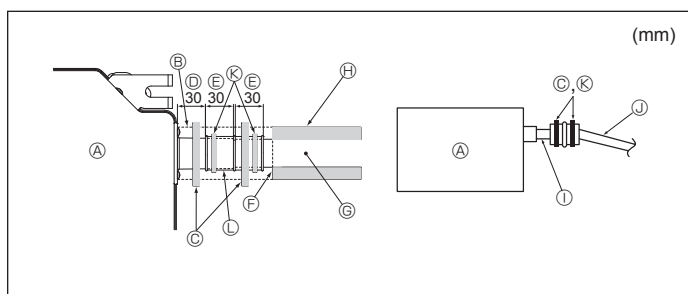

Fig. 3-5
- ① Tubo em PVC, O.D.  $\varnothing 38$  para tubagem agrupada. (Isolamento de 9 mm ou mais)
1. Ligue o bocal de drenagem (fornecido com a unidade) à porta de drenagem. (Fig. 3-5) (Fixe o tubo com adesivo em PVC e, em seguida, segure-o com uma banda.)